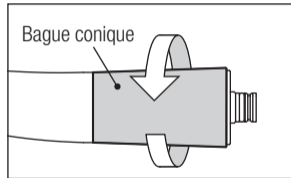

Fig. 11
- 1) Dévissez et enlevez la bague conique à l'arrière de l'instrument rotatif (Fig. 11).